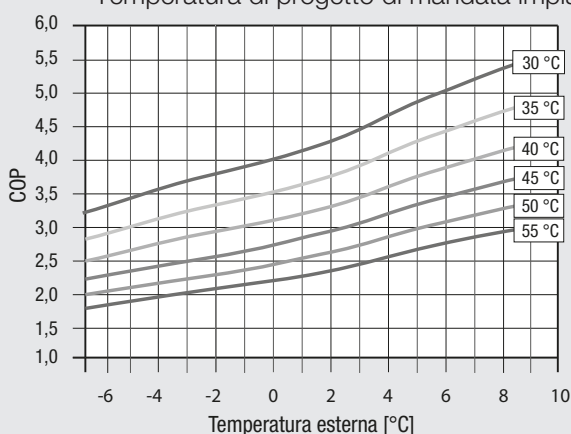

Fig. 16: Curve caratteristiche del COP (da documentazione tecnica del produttore)
- Potenza di progetto: $P_{PRG} = 10 \text{ kW}$ con $T_{esterna}$ di progetto -5 °C vedi fig.16 e 17